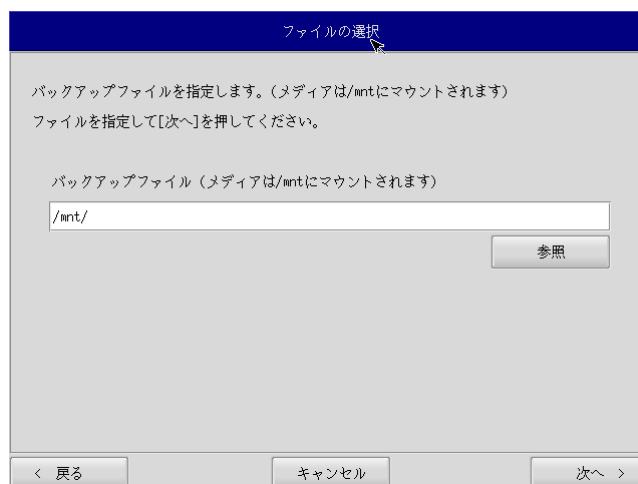

図 6-4-3. ファイル選択画面
- ⑦ ファイル選択画面（図 6-4-3）が表示されます。[参照]ボタンを押します。
- ⑨ ファイル選択画面（図 6-4-3）で指定したバックアップファイルが入力されていることを確認します。[次へ]ボタンを押します。